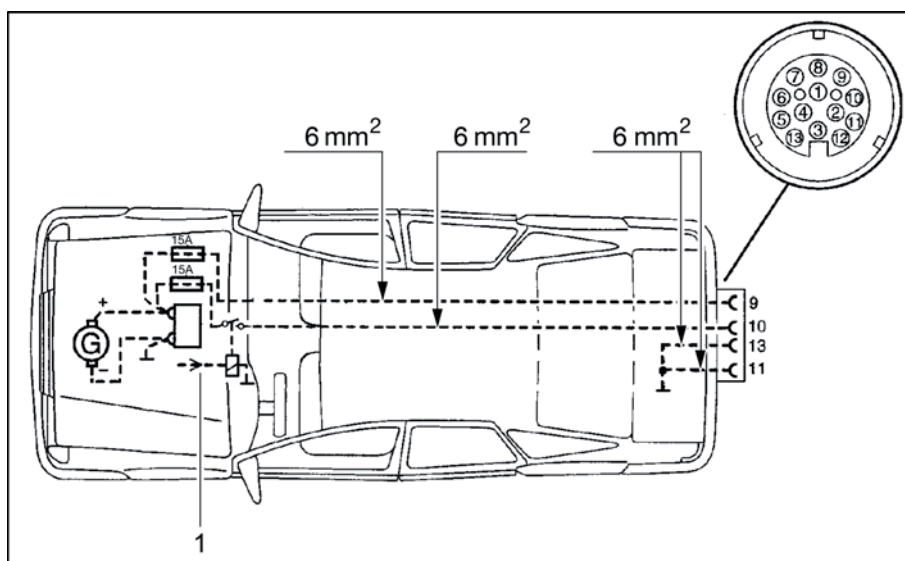

Fig. 102 Installation du véhicule tracteur
- ▷ Equiper le véhicule tracteur avec les sections de câble correspondantes et un relais pour l'alimentation électrique (commandée via l'allumage) (voir Fig. 102).